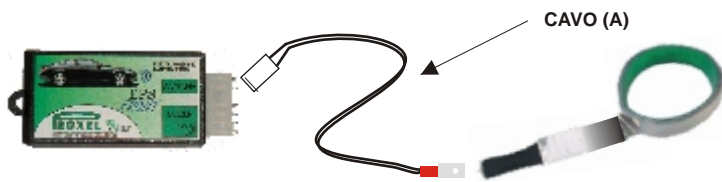

Fig. 5
- a) Individuare il lato dove è presente la batteria, trovare un possibile passaggio dal vano motore verso l'estremità del paraurti, per potervi portare il cavo nero (A) che poi verrà collegato al sensore antenna (Fig. 5).
- b) Far passare il cavo (A) nel foro precedentemente individuato in modo che il connettore bianco femmina rimanga all'interno del vano motore.
- c) Applicare il fast-on maschio su entrambi i fili all'altra estremità del cavo (A) (Fig. 5) .